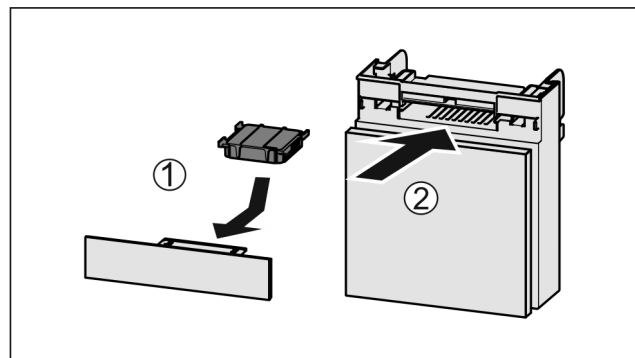

Fig. 121
- Aktivkohlefilter nach Abbildung einsetzen Fig. 121 (1).
- Fach einschieben Fig. 121 (2).